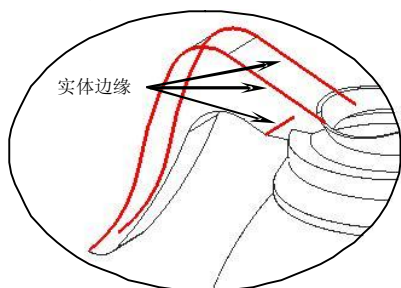
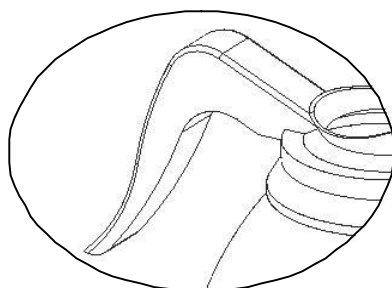

图4-26
图4-27
23. 使用边倒圆功能创建圆角特征。选择图 4-26 所示的实体边缘，然后设置圆角半径为“2”，结果如图 4-27 所示。